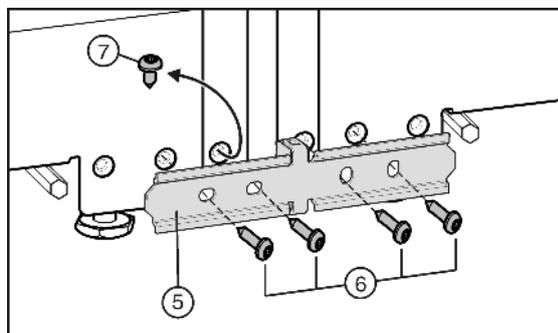

Fig. 6
- ▶ Если ваше устройство оснащено предварительно смонтированным винтом Fig. 6 (7). Выкрутите винт.
- ▶ Установите соединительный лист Fig. 6 (5) и закрепите его на одном устройстве с помощью двух винтов Fig. 6 (6).